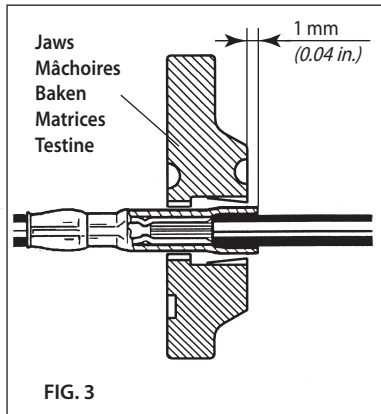

FIG. 3
- Bei Verbindern wird die Gegenseite wie oben beschrieben nochmals verpresst (siehe Bild 3).
- En el caso de empalmes, proceder igualmente en la compresión de la otra extremidad (**ref. a Fig. 3**).
- Nel caso dei giunti, procedere analogamente per la compressione dell'altra estremità (rif. a Fig. 3).